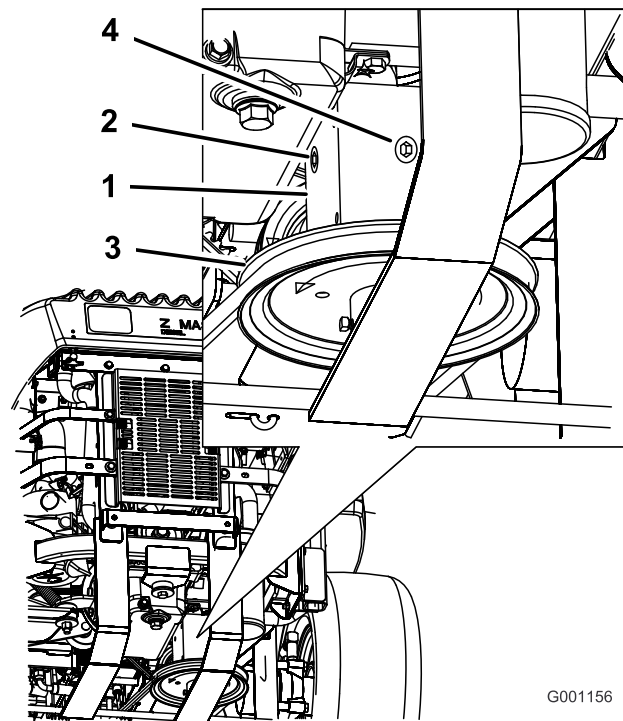

Figure 57
4. Enlevez le bouchon latéral ou arrière du boîtier (Figure 57).